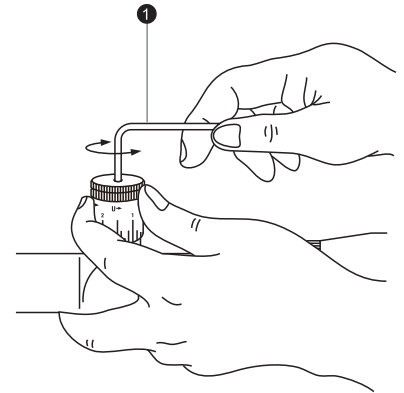

Fig. 3-3
Hold fast i knappen med fingrene, for at forhindre at den justerede skalaringsforskydning sig, og drej skruen i toppen af knappen mod uret med den medfølgende unbrakonøgle (1), indtil skruen er skruet ud. Fjern derefter knappen (fig. 3-3).